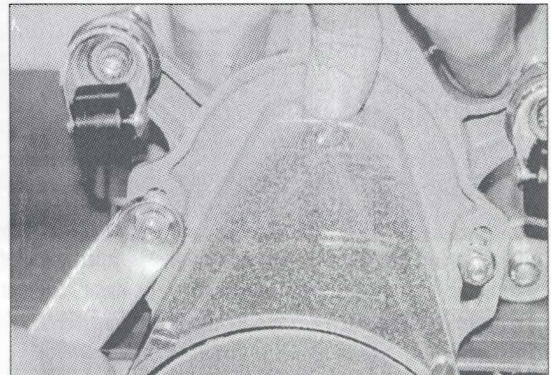

Abb. 21 ...und ziehen Sie diese wieder an, während Sie mit dem Daumen den Vorsatz nach vorn drücken, um den Riemen unter Spannung zu halten.
- 4 Halten Sie nun die ELAN am Absaugstutzen fest und drücken Sie gleichzeitig mit dem Daumen den Vorsatz nach vorne. Achten Sie darauf, daß auf beiden Seiten die Abstände der Gewindestifte in den Langlöchern gleich sind (Abb. 21).